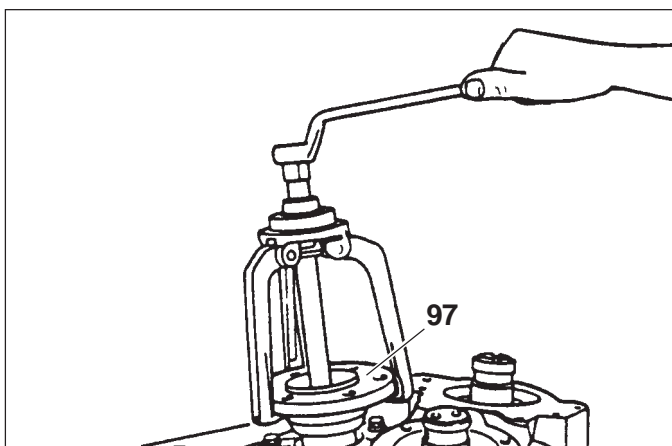

Fig. 11
- 12) Svitare la vite (93) e togliere la rosetta (92), la rondella (91), è scalettare la flangia (97) (Fig.11).
- 12) Unscrew screw (93) remove washer (92), disc (91), then drive off output flange (97) from output shaft (Fig.11).